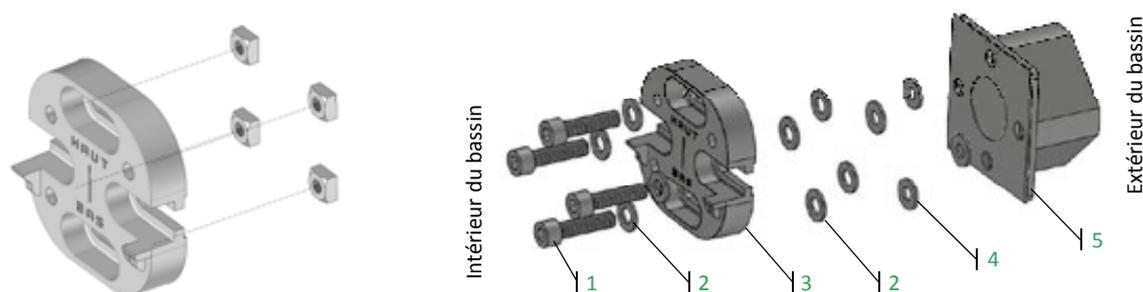

Figure 37 – Montage de la bride porte-palier
La procédure à suivre pour la pose de la bride porte palier est décrite à la **Figure 37** (sur cette figure, le liner se situe entre les pièces (4) et (5)).